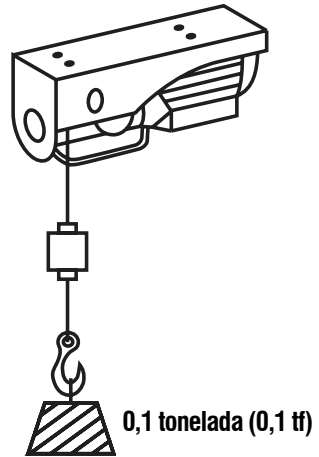

Fig. 15 – Guincho com a configuração simples
- c. Com a configuração simples, sem o gancho com a polia de inversão, a capacidade de carga máxima é de 0,1 tonelada (0,1 tf) (Fig. 15), com elevação máxima de 12 metros de altura.